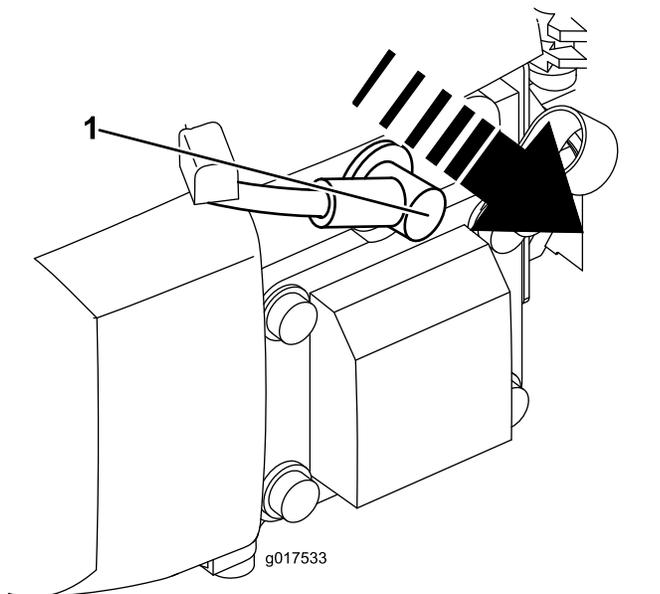

Рисунок 17
- Отсоедините провод от свечи зажигания (**Рисунок 17**), прежде чем выполнять любые процедуры технического обслуживания.